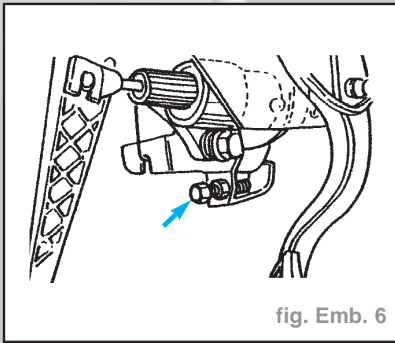

fig. Emb. 6
- Régler la course de la pédale en agissant sur la vis de butée (fig. Emb. 6).